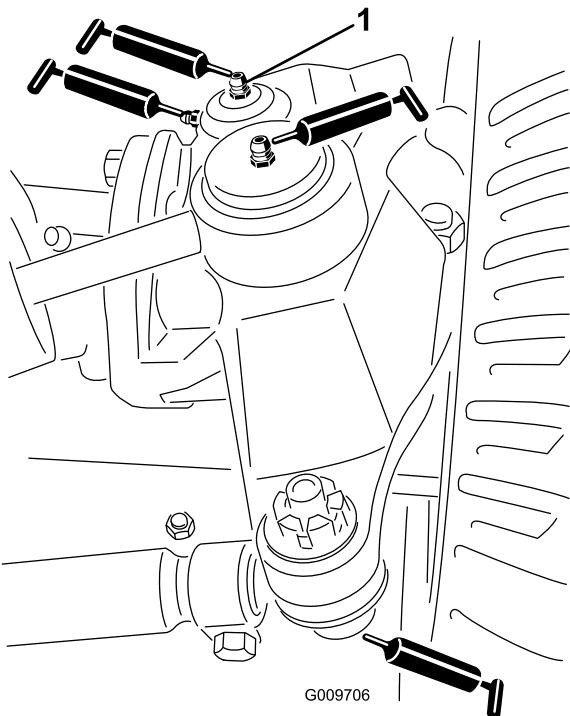

Figura 23
- Giunti sferici (2) del cilindro di sterzo (Figura 23)
- Giunti sferici (2) del tirante (Figura 23)
- Boccole (2) del perno del fuso a snodo (Figura 23). **Il raccordo superiore sul perno del fuso a snodo richiede soltanto una lubrificazione annuale (2 pompage).**